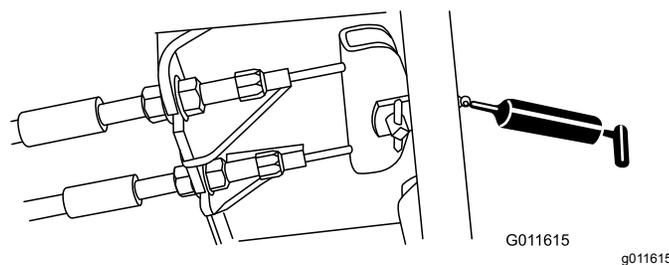

Рисунок 45
- Педаль тормоза (1 шт.) (Рисунок 45)